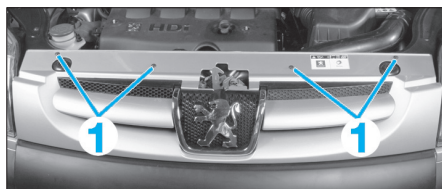
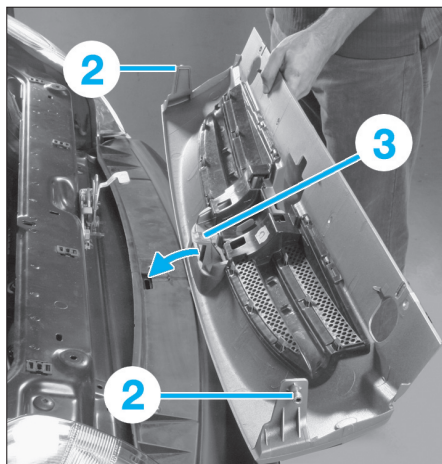

FIG. 7
FIG. 8
- Déposer les 4 vis (1) de la calandre (Fig.7).
- Déposer la calandre en dégrafant les ergots (2) des projecteurs puis en dégrafant avec précaution la partie centrale (3) de la calandre (Fig.8).
- la calandre (Fig.7) et (Fig.8),